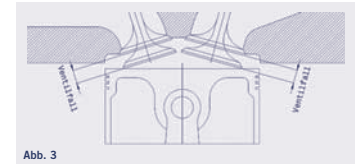

Abb. 3
- Wie groß ist die Fallhöhe der Ventile bis auf den Kolben (siehe Bild 3), wenn der Kolben in OT steht?